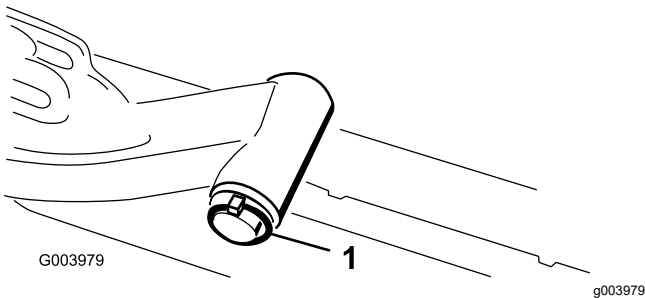

Bild 11
- A. Nehmen Sie den Klapplatch und die Scheibe ab, mit denen die Gelenkswelle des Hubarms am Hubarm befestigt ist. Schieben Sie die Gelenkswelle des Hubarms aus dem Hubarm (**Bild 11**).
- C. Setzen Sie die Hubarmswelle in den Hubarm ein und befestigen Sie sie mit der Scheibe und dem Klapplatch (**Bild 11**).